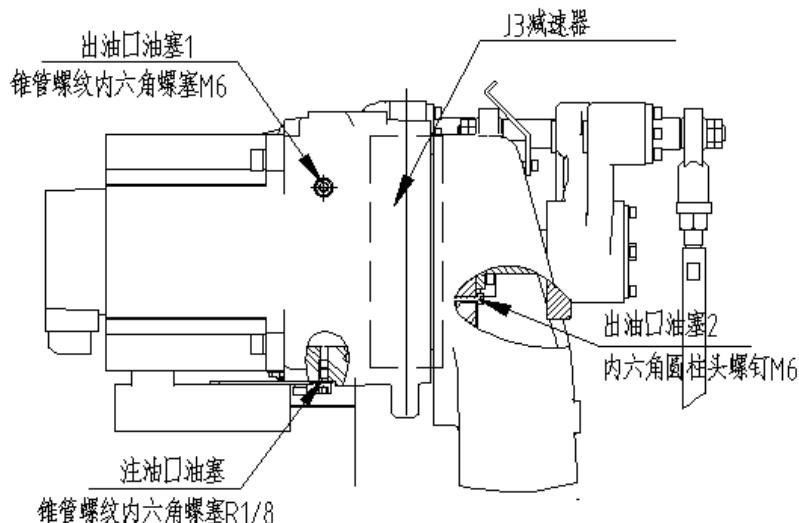

图 13 J3 轴减速机局部结构
(1) 油脂补充步骤 (参考 图 13)
- ④ 安装注油口堵塞;
- ⑤ 安装出油口油塞 1 前, 运动 J3 轴几分钟, 使多余的油脂从出油口 1 中排出;
- ⑥ 用布擦净从出油口 1 排出的多余的油脂, 安装出油口 1 堵塞。
(2) 油脂更换步骤（参考 图 13）